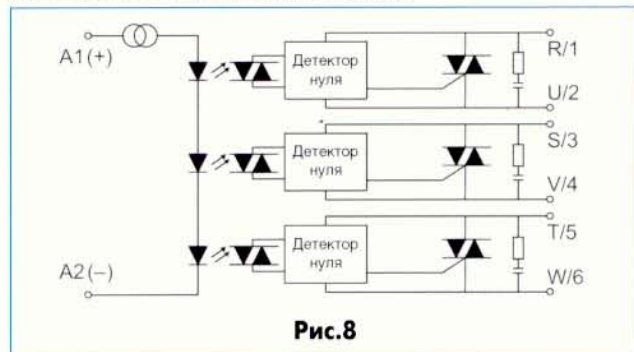

Рис.8
значении тока от 10 А до 40 А в категории AC1. RSR60 совместимы с TTL и CMOS, диапазон управляющего напряжения 4...32 В постоянного тока, малая потребляемая мощность. RSR60 имеет встроенный выходной фильтр (рис.8). Реле позволяет включать нагрузку при нулевом значении напряжения (Z). Высокое допустимое номинальное значение ударного тока дает возможность использовать реле этого типа в системах освещения, включения двигателей, в системах регулирования температуры, а также в системах промышленной автоматики и производственных машинах, офисной технике.